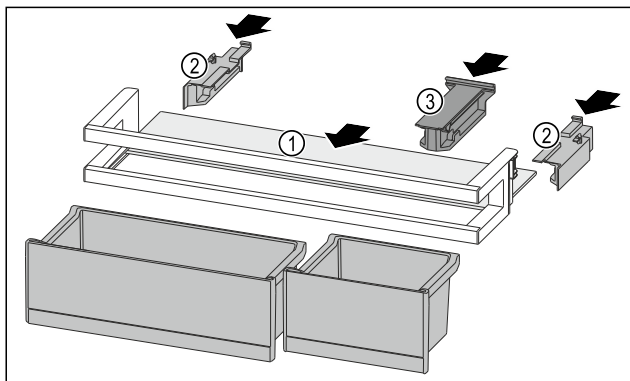

Fig. 84
- Skyv oppstillingsplassen *Fig. 84 (1)* inn i fordypningene på sidene.
- Sett inn sidedelene *Fig. 84 (2)*.
- Sett inn holdedelen *Fig. 84 (3)*.